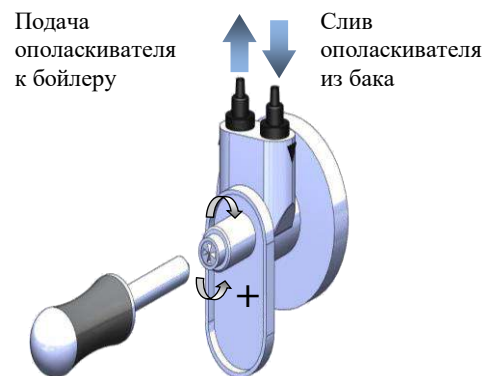

Рис. 14
► Установка порции ополаскивателя (Рис. 14).